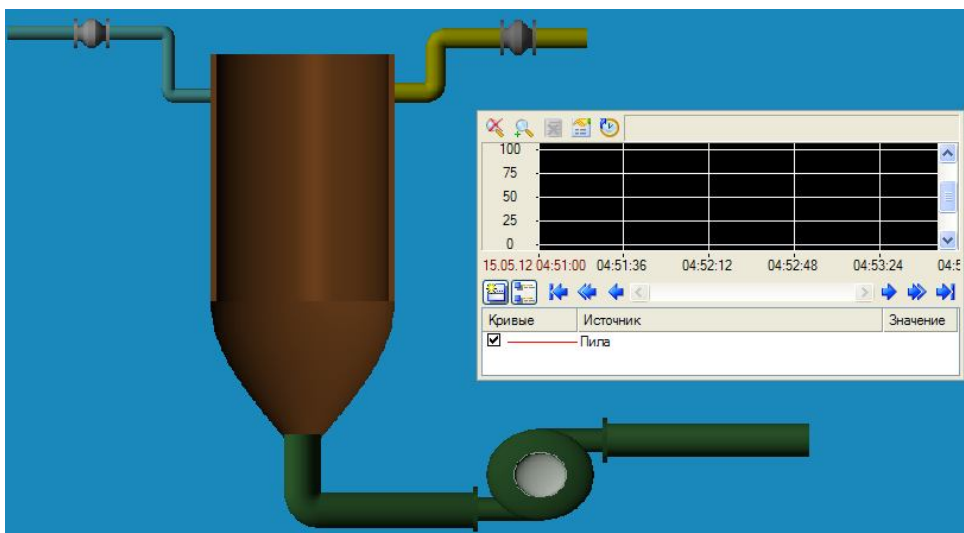

Рис.3.4. З створеним трендом.
4. Зробимо наш статичний макет динамічним. Для цього спочатку створимо генератор – Піла і тренд, з прив'язкою до нього, для наглядності. Результат на рис.3.4.